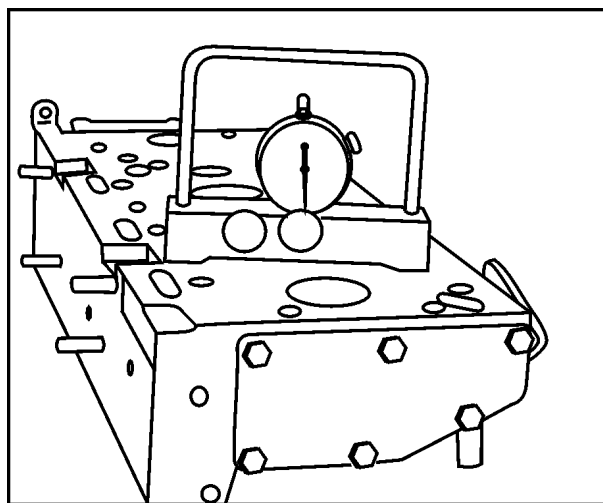

FIG 23
3. Verifique a profundidade das válvulas, veja Especificações Técnicas. Use o relógio microcomparador e a ferramenta número 81 30 004 **Fig. 23** ou lâmina calibradora com a régua de aço.